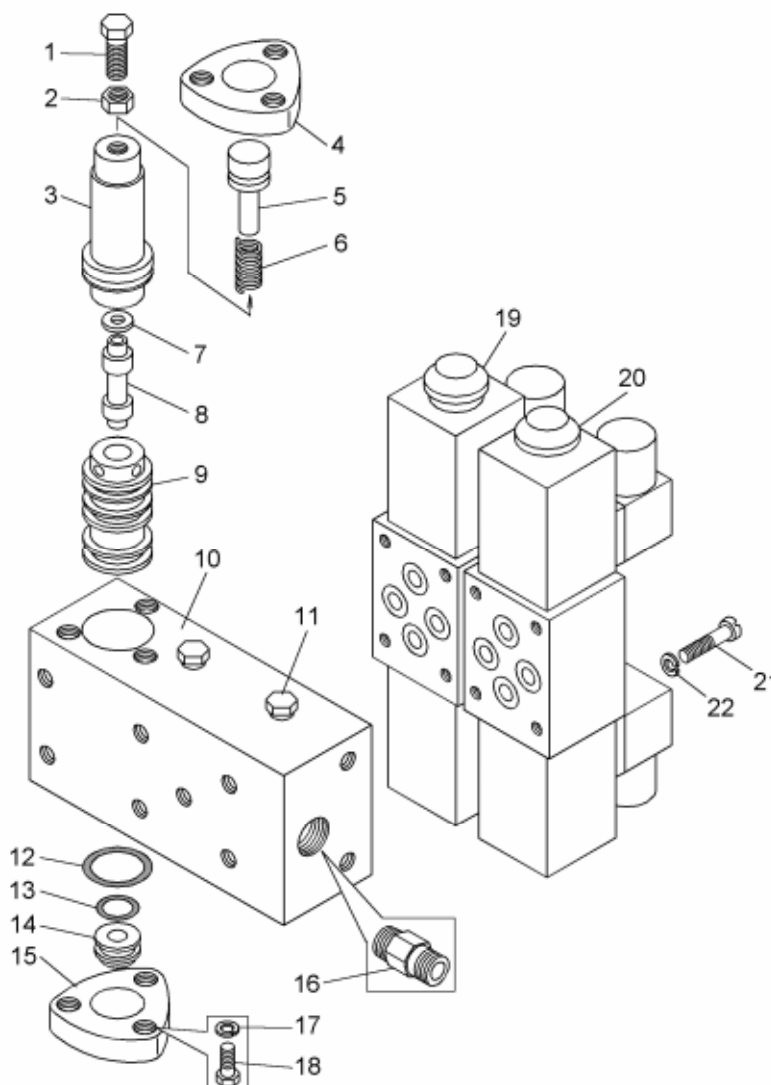

Рисунок 14.9 – Блок управления:
- отвернуть винты 21 (рисунок 14.9) и отсоединить гидрораспределители 19 и 20;